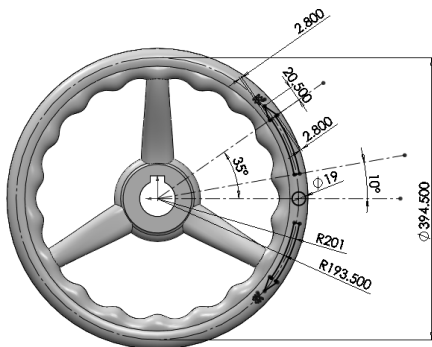

图 3-45 创建草图操作
STEP 5 创建一距离“前视基准面”30mm 的基准面，并在此基准面中创建如图 3-45 所